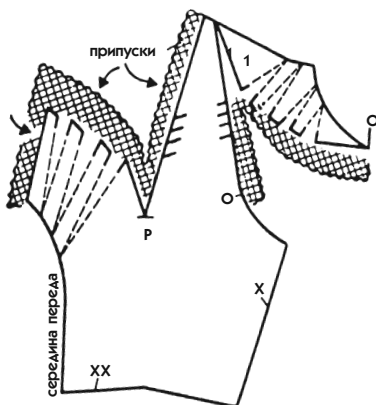

Рис. 579
4. Поставьте на краях бретели по 4 засечки и разрежьте лекало вдоль ее краев (см. рис. 579).
- Вдоль края декольте проведите линию обтачки шириной 3 см (см. заштрихованную часть на рис. 579).
- Продолжите по прямой вниз линии бретели до пересечения с линиями лифа (засечки Х и ХХ на рис. 579). На разных лифах это будет выглядеть неодинаково.